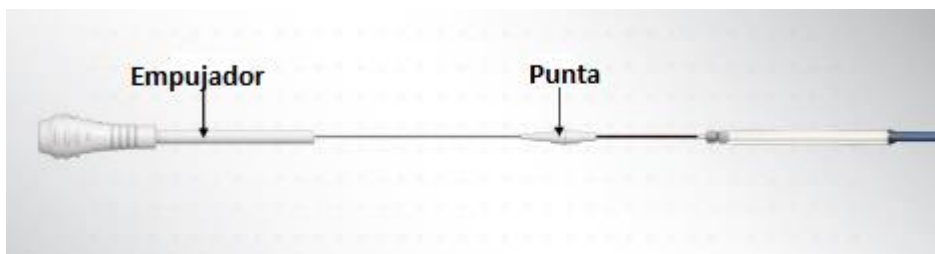

Figura 9. Inserción del empujador en la punta del sistema de colocación
- 2) Retire el estilete insertado en la punta e inserte el empujador (Figura 9).